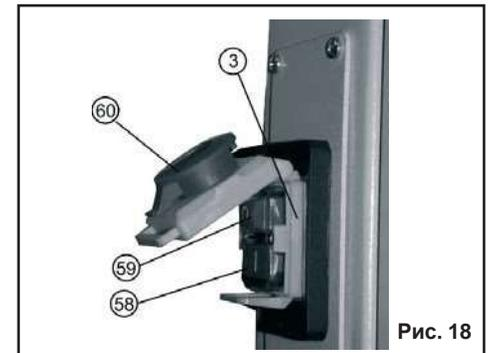

Рис. 18
12.2. Включение (Рис. 18)
12.2.2. Нажмите красную кнопку (60) и сдвиньте её вверх, как показано стрелкой на красной кнопке (60) магнитного пускателя (3), Рис. 18.